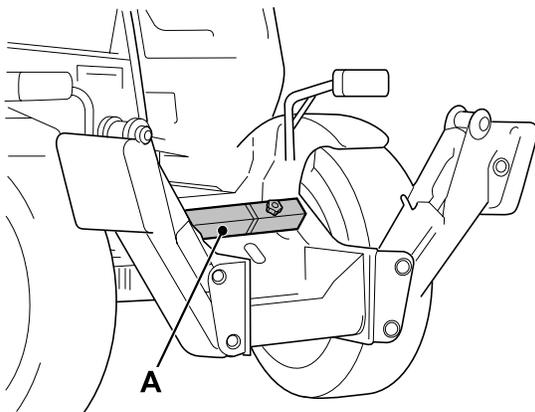

Fig 179.
540-140, 540-170	⇒ Fig 179. (193)